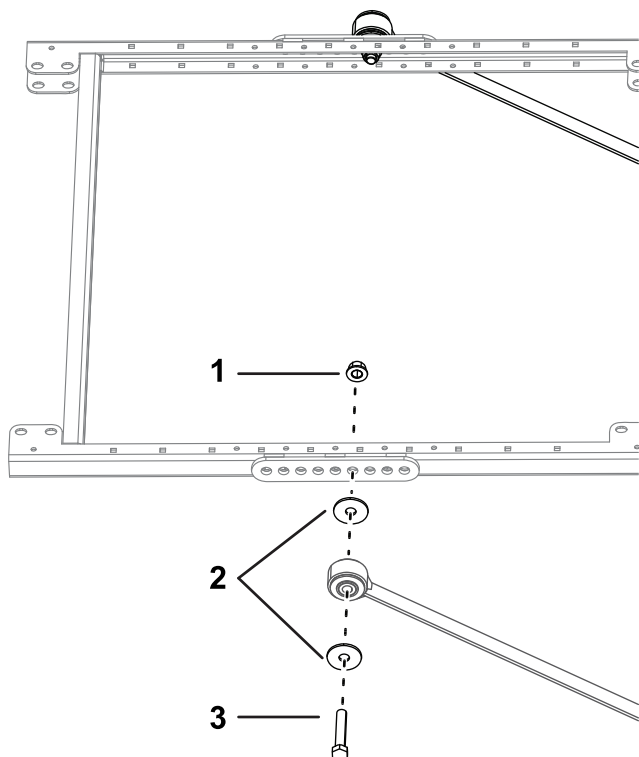

Figura 11
10. En cada lado del bastidor del toldo, monte provisionalmente un acoplamiento de extensión en el cuarto taladro del soporte del tirante con 2 pernos ($\frac{1}{2}$ " x $2\frac{3}{4}$ "), 2 arandelas grandes y 2 tuercas con arandela prensada ($\frac{1}{2}$ "), tal y como se muestra en la Figura 11.